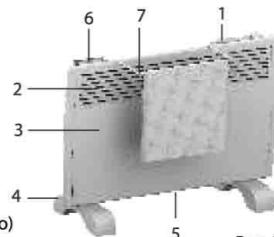

Рис. 3
4. Описание конвектора (рис. 3).